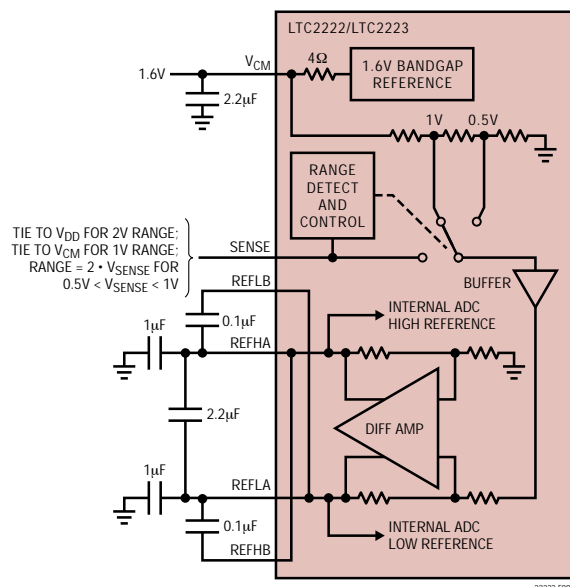

図9 . 等価リファレンス回路
1.6Vのバンドギャップ・リファレンス、差動アンプ、およびスイッチングと制御の回路で構成されるLTC2222/LTC2223のリファレンス回路を図9に示します。内部電圧リファレンスは、ピンで選択可能な2V(差動±1V)または1V(差動±0.5V)の2つの入力レンジに設定することができます。SENSEピンを V_{DD} に接続すると2Vレンジが選択され、SENSEピンを V_{CM} に接続すると1Vレンジが選択されます。
差動アンプはADCの高リファレンスと低リファレンスを発生します。高速スイッチング回路がこれらの出力に接続されているので、これらの出力は外部でバイパスする必要があります。各出力には4本のピンが備わっています。高い方のリファレンス用にそれぞれ2本のREFHAとREFHB、および低い方のリファレンス用にそれぞれ2本のREFLAとREFLBです。複数の出力ピンはパッケージのインダクタンスを減らすために必要です。バイパス・コンデンサは図9に示されているように接続する必要があります。